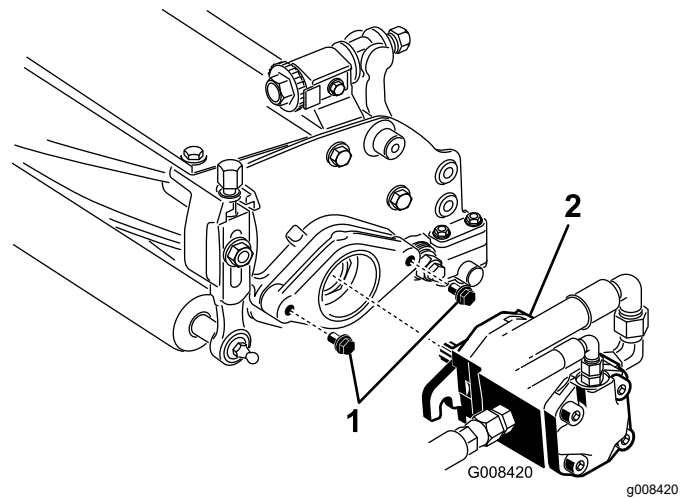

Figura 8
7. Asegúrese de que quedan aproximadamente 13 mm de rosca a la vista en cada perno de montaje del motor de transmisión del molinete (**Figura 8**).
8. Recubra de grasa limpia el eje del motor e instale el motor girándolo en sentido horario de manera que las bridas del motor no choquen con los espárragos. Gire el motor en sentido antihorario hasta que las bridas rodeen los espárragos (**Figura 8**).
9. Apriete los pernos de montaje (**Figura 8**).